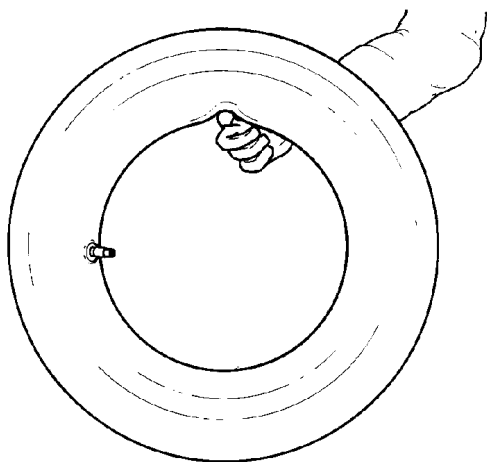

Fig.24
**C.** Gonfler légèrement la chambre : si on la tient avec l'index, elle devrait être un peu courbée (Fig.24).